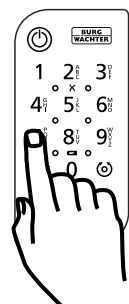

Fig. 2
- 2 Introduzca su código de administrador o de usuario y compruebe si se activa el cilindro (Fig. 2).